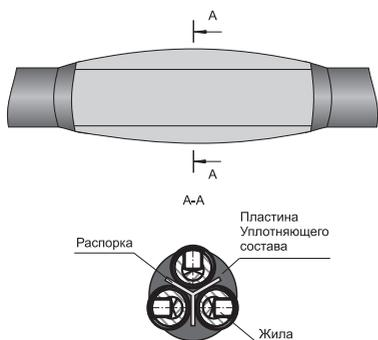

Рисунок 15.
4.28 Расположить между жилами кабелей пластины уплотняющего состава (призмы), предварительно сняв с них бумагу. Пластины уплотняющего состава должны располагаться большей стороной наружу. Руками утрамбовать пластины между жилами и распоркой, а также между пальцами перчатки. Допускается подогрев пластин уплотняющего состава и распорки горелкой (рисунок 15).